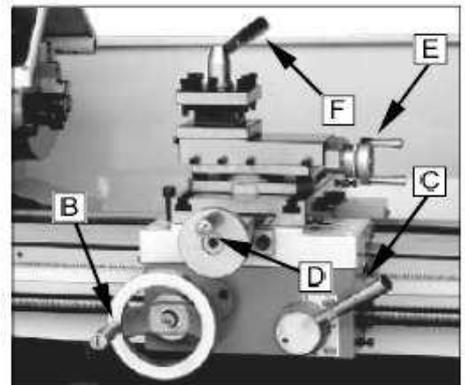

Fig. 15
10. Aménagement longitudinal (B, Fig. 15)
11. Levier d'engagement à demi-écrou (C, Fig. 15)
12. Volant d'aménagement transversal (D, Fig. 15)
13. Levier d'aménagement du coulisseau en croix (E, Fig. 15)
14. Levier de serrage du porte-outil (F, Fig. 15)